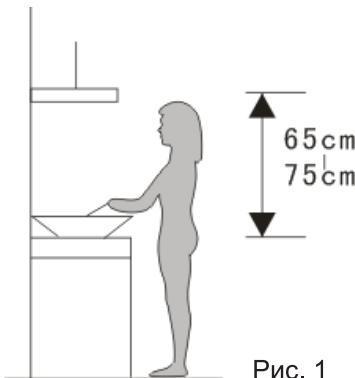

Рис. 1
- Кухонная вытяжка должна находиться на расстоянии 65-75 см (26-30 дюймов) от рабочей поверхности (плиты) для наилучшего результата. См. Рис. 1.